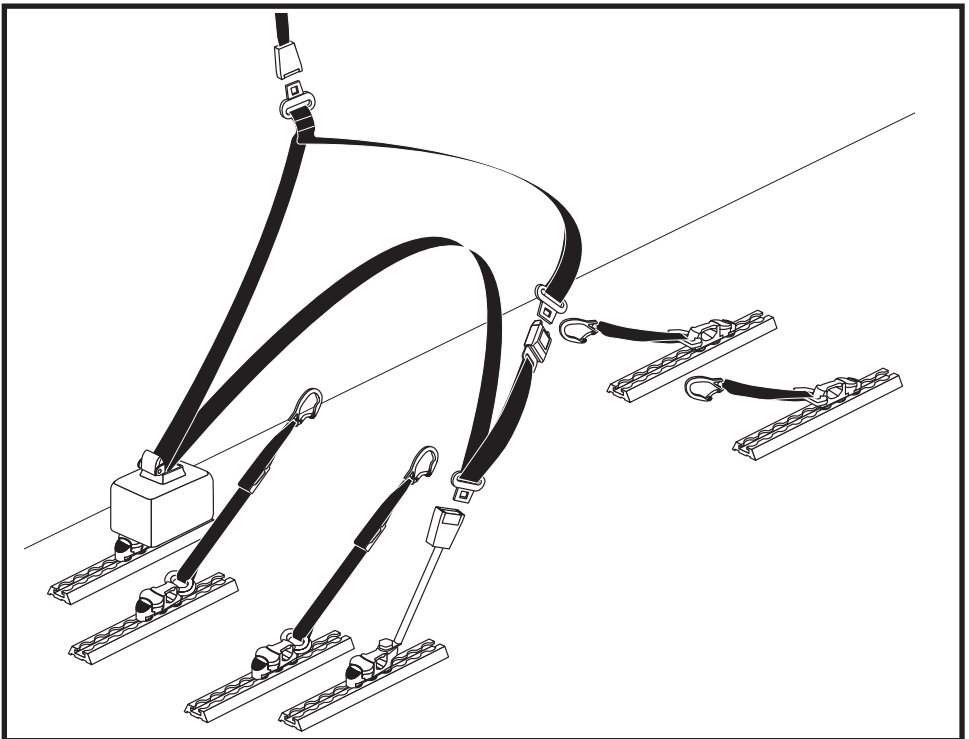

Abb. 15. Rückhaltegurt zur Befestigung am Fahrzeug
- Wenn Ihr Rollstuhl mit einem in Crashtests geprüften Beckengurt, der am Fahrzeug befestigt ist, ausgestattet ist, vervollständigen Sie das Rückhaltesystem durch Anschließen des unteren Endes des WTORS-Schultergurts am Beckengurt gemäß der Bedienungsanleitung des WTORS-Herstellers. In Crashtests geprüfte Beckengurte zur Befestigung am Fahrzeug verfügen über eine Kennzeichnung, die auf die Konformität mit ISO 10542 hinweist. **Siehe Abbildung 15.**